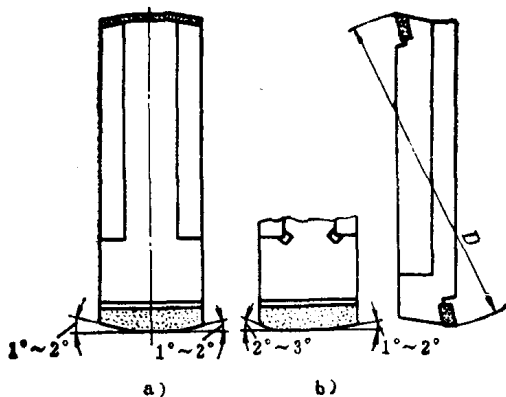

图1-5 浮动镗刀
4) 浮动镗刀 有通孔与不通孔之分, 见图1-5。浮动镗刀与镗刀杆的方孔是浮动连接的, 即刀体在方孔内径向可游动, 但轴向不能有松动现象, 所以在镗削时可消除镗刀的安装误差, 获得比较稳定的孔径尺寸, 在镗削加工中作为精镗加工之用的刀具。